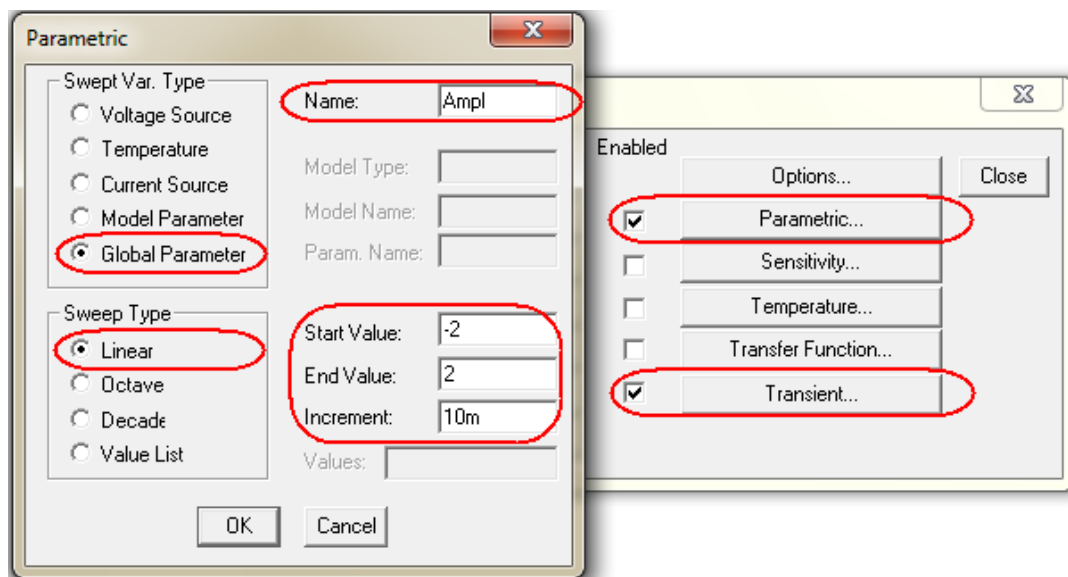
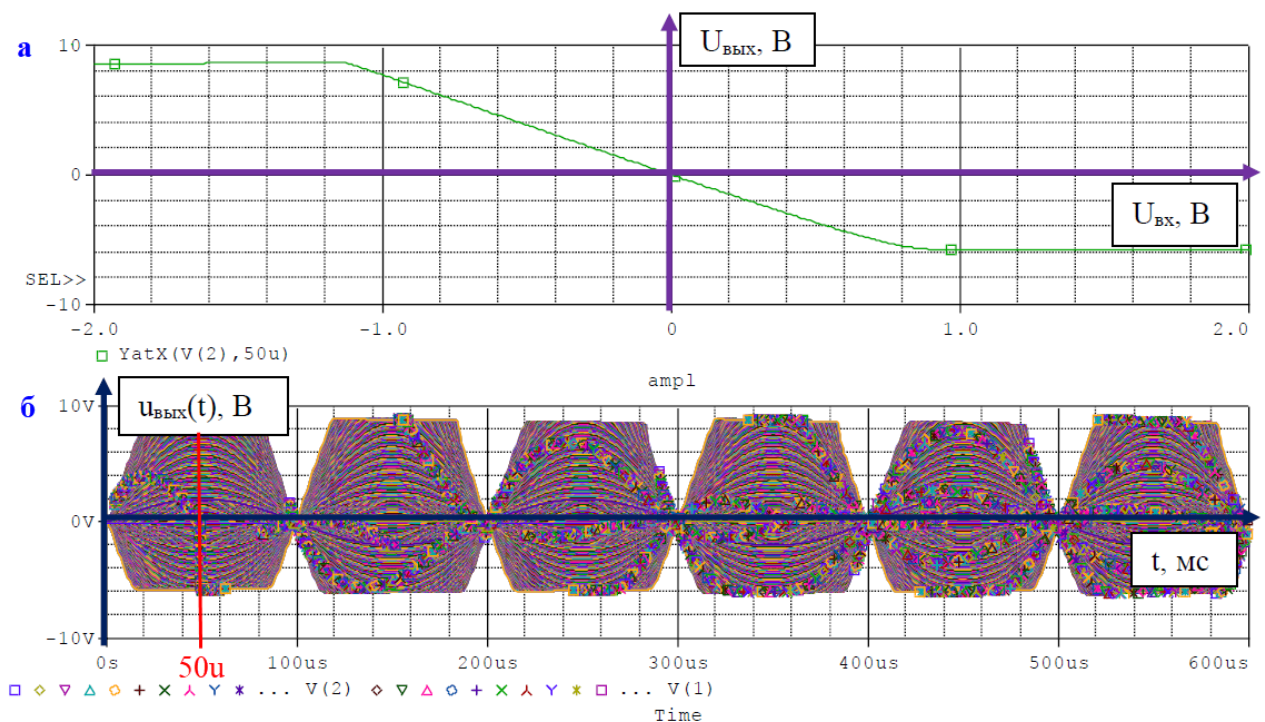

Рис. 8. Установки для параметрического анализа.
Рис. 9. Осциллограммы выходных напряжений (а) и амплитудная характеристика (б)
- установить режим расчета схемы во временной области (**Analysis – Setup** или пиктограмма ) **Transient...** с параметрами: *Print Step=1ns*; *Final Time=1ms*, *Step Ceiling=1us*. Установить также режим **PARAMETRIC** со следующими параметрами: *Global Parameter*; *Linear*; *Name = Ampl*; для каскада ОЭ – *Start Value = -2V*; *End Value = 2V*; *Increment = 10mV* (рис. 8); для каскада ОК – *Start Value = -5V*; *End Value = 5V*; *Increment = 50mV*;
Затем, находясь в интерфейсном окне программы **Probe**, по команде **Plot - X Axis Settings... – Performance Analysis** (или пиктограмма ) на экране **Probe** получаем заготовку графика, у которого по оси *X* откладывается глобальный параметр *Ampl* (см. рис. 9,б) с предельными значениями, указанными в режиме **PARAMETRIC** (рис. 8). В том же интерфейсном окне программы **Probe**, по команде **Trace – Add...** (или с помощью пиктограммы ) входим в окно целевых функций. В открывшемся окне следует убрать галочки рядом с **Current** и **Alias Names**, затем выбрать в правом столбце функцию **YatX(1,X_value)**, которая определяет значение переменной в заданной точке, а в левом – переменную **V(2)**. В момент, когда выходное напряжение достигает предельных значений (рис. 9,б), определяем заданную точку – на рисунке это 50 мкс (50u), вводим это значение вместо **X_value**. При этом в нижней части окна в строке **Trace Expression** появится выражение для построения графика: **YatX(V(2),50u)**.
Когда окно будет закрыто, появится график амплитудной характеристики (рис. 9,а). Если график получится слишком мелким, можно установить другой диапазон изменения напряжения, для чего щелкнуть дважды ЛКМ слева от оси графика и, поставив галочку в графе **User Defined**, установить нужные пределы изменения выходного напряжения. После этого рекомендуется убрать нижний (исходный) график, щелкнув на нем ЛКМ и затем выбрав в меню **Plot – Delete Plot**. Далее с помощью курсоров надо определить и с помощью пиктограммы **Mark Label**  отметить на каждом из графиков максимальную амплитуду